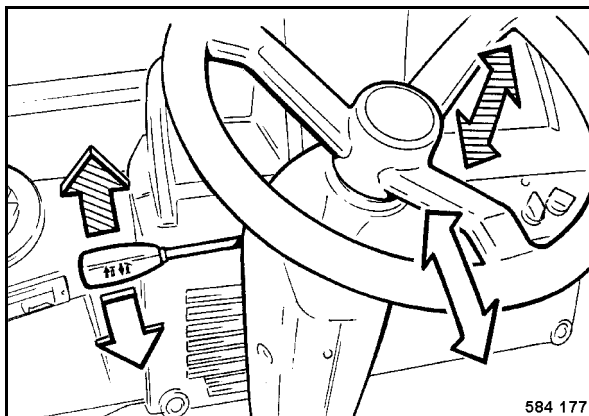

Fig. 76
- Para ajustar la altura del volante tirar la palanca (Fig. 76) hacia arriba y ajustar el volante en altura.